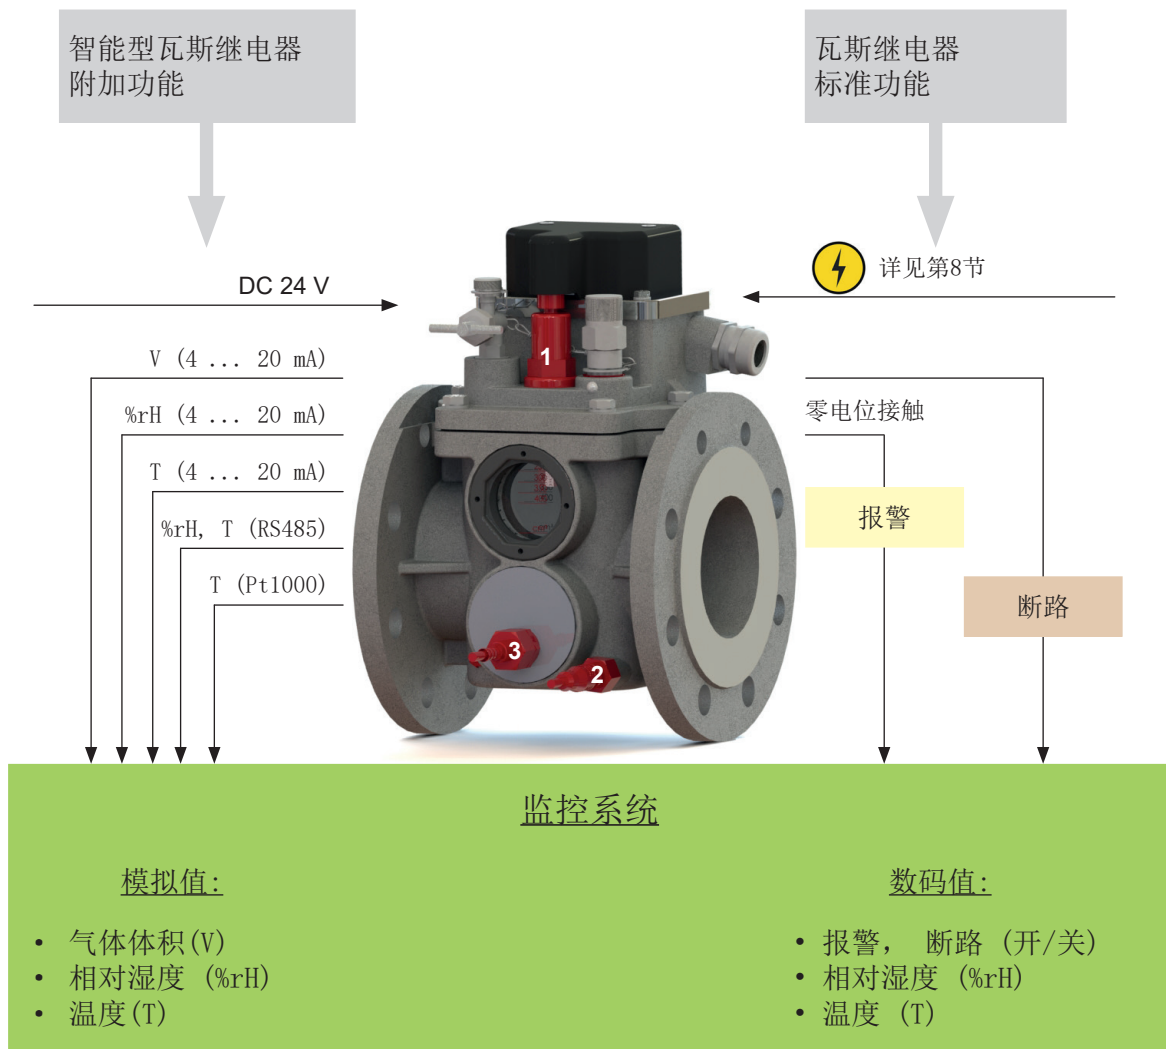

图 29 - 智能型瓦斯继电器附加功能
- 瓦斯气量传感器 - NM结构系列 (图29中1)
- 温度传感器 (图29中2)
- 温湿度传感器 (图29中3)